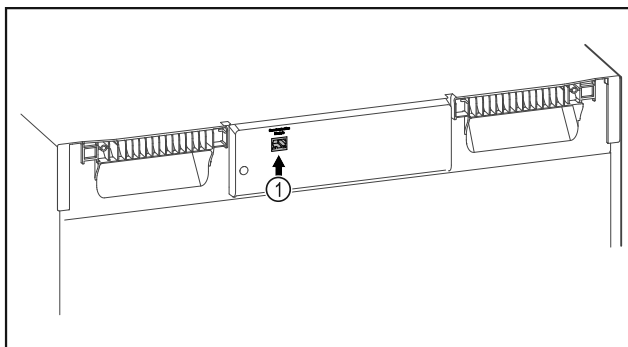

Fig. 115
- ☐ SmartModule Fig. 115 (1) er indsat.